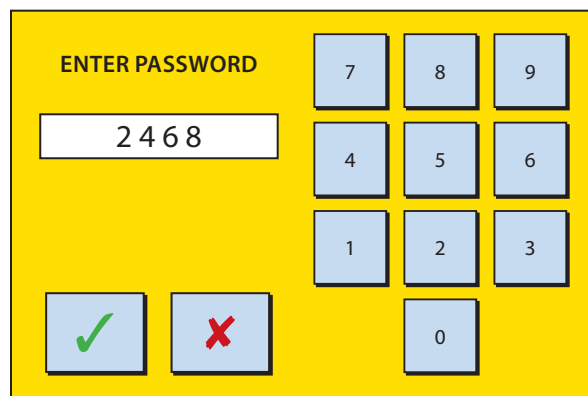
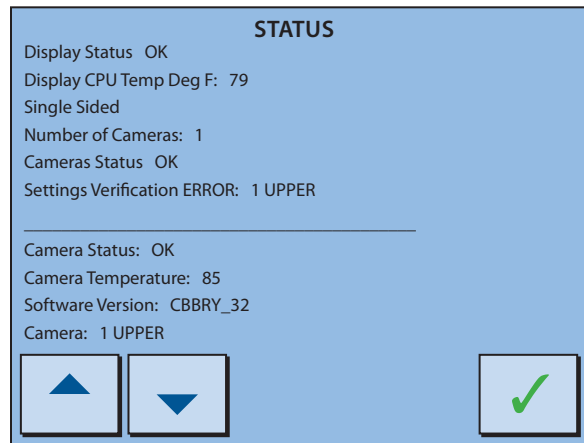
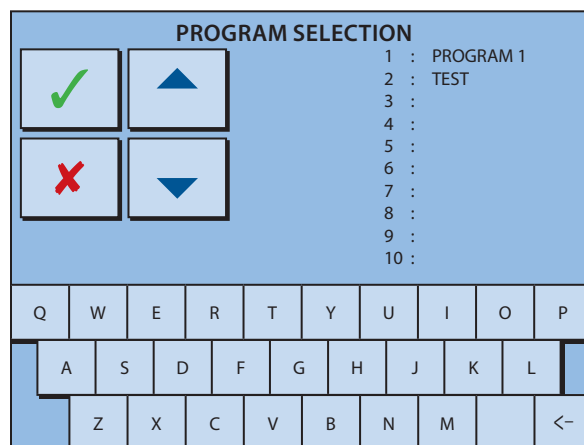

Abbildung 1.0
Abbildung 2.0
Abbildung 3.0
Durch Drücken des **STATUS**-Knopfs im Hauptmenu (*Abbildung 1.0*) erreicht man den rechts dargestellten Bildschirm (*Abbildung 2.0*). Dieser Bildschirm gibt wichtige Informationen über den Gesamtzustand des Computersystems vom Sortierer. An einem 32-Zoll-Sortierer mit zwei optischen Röhren (Two-View-Sortierer) ist es möglich, durch alle acht Kameras zu scrollen und deren Status abzufragen. Durch Drücken von ▲▼ kann man durch die Kameras scrollen. Der **CAMERA-STATUS** sollte „OK“ zeigen.
Falls ein **ERROR** (Fehler, wie in *Abbildung 2.0* demonstriert) vorhanden sein sollten:
2. Drücken Sie im Hauptmenu die Taste **PROGRAM** (*Abbildung 1.0*). Drücken Sie in diesem Menu oben links ✓ (*Abbildung 3.0*) um die Einstellungen des Sortierers zu erneuern. Die
Um diesen Bildschirm zu erreichen, drücken Sie **PROGRAM** aus *Abbildung 1.0*.
PROGRAM SELECTION (*Abbildung 3.0*) ermöglicht dem Benutzer, einige unterschiedliche Sortiereinstellungen zu wählen, um schnell von einem Programm zum nächsten zu wechseln. Unterschiedliche Beeren-Sorten, Wetterbedingungen und Felder können unterschiedliche Einstellungen erfordern. Für sich ändernde Bedingungen während der Saison, können zusätzliche Programme hinzugefügt werden.